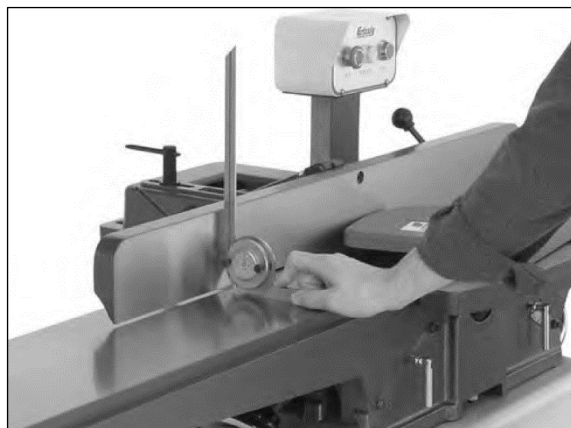

Рисунок 66.
- При помощи уголка 90 градусов, установите параллельный упор под углом в 90 градусов (рис. 66).
- Вытащите плунжер (рис. 66).